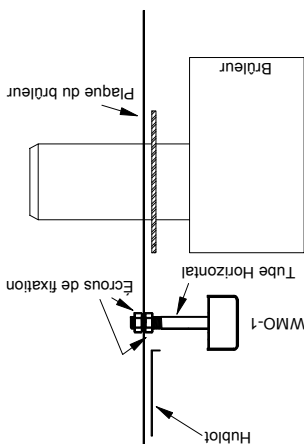

FIG. 6B
2. Reportez-vous à la Fig. 6B. Avec l'assemblage WMO-1 à l'extérieur de la plaque du brûleur, insérez l'extrémité filetée du tube dans le trou de 5/8» dia. dans la plaque du brûleur, installez à nouveau le premier écrou de fixation contre le tube à l'intérieur de la plaque du brûleur. Serrez fermement.